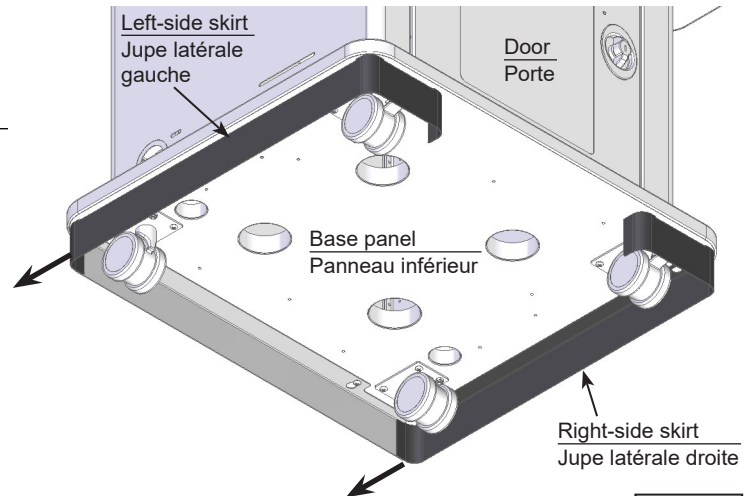

Figure 1.2
1. Align the keyhole slots on each side skirt with the pre-installed screws. **Figure 1.2.**
1. Aligner les fentes en trou de serrure se trouvant sur chacune des jupes latérales avec les vis préinstallées. **Figure 1.2.**